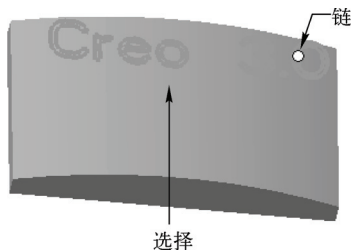

图 9-78 选择合适的曲线
STEP 05 在绘图区中选择合适的曲线，如图 9-78 所示。